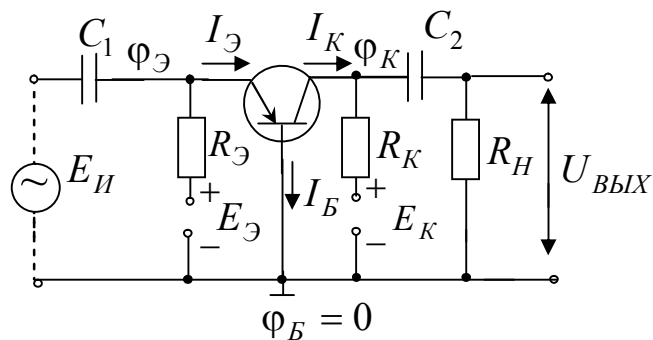

Рисунок 14 – Схема с общей базой
**Схема с общей базой.** Рассмотрим упрощенную схему усилителя с двумя источниками питания:  $E_0$  во входной цепи для задания смещения  $U_{Э} = f(E_{Э}R_{Э})$  эмиттерного перехода в прямом направлении и  $E_K$  в выходной цепи для задания смещения  $U_K = f(E_K, R_K)$  коллекторного перехода в обратном направлении (рисунок 14).